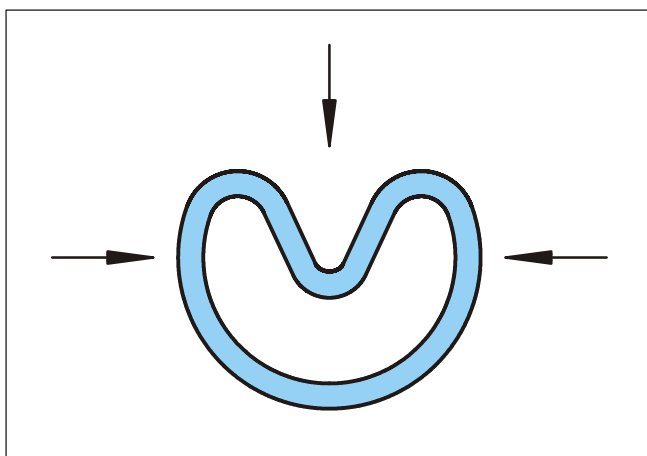

Рисунок 10 Деформация уплотнения в форме почки
- Деформируйте Туркон® уплотнение так, чтобы оно получило форму почки. При деформации уплотнения нельзя допускать острых углов (Рис. 10).